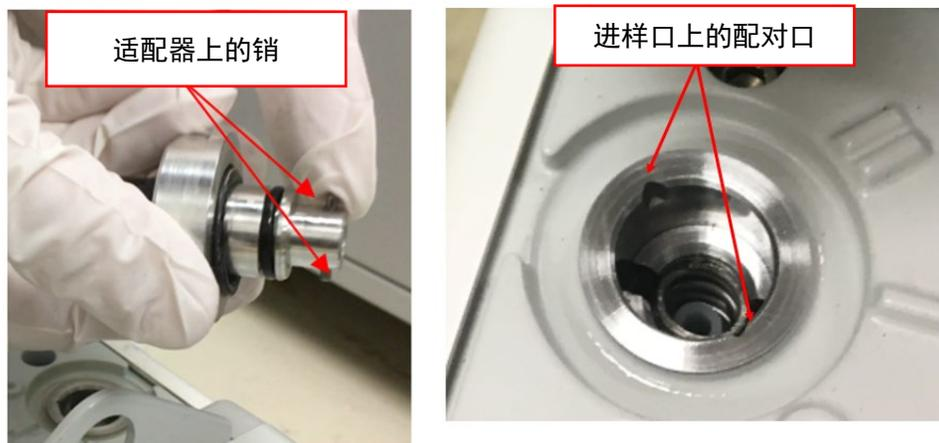

图 12：找到配对的销和口
- 5) 找到气镇适配器上的销和前级泵进样口上的配对口。见图 12。